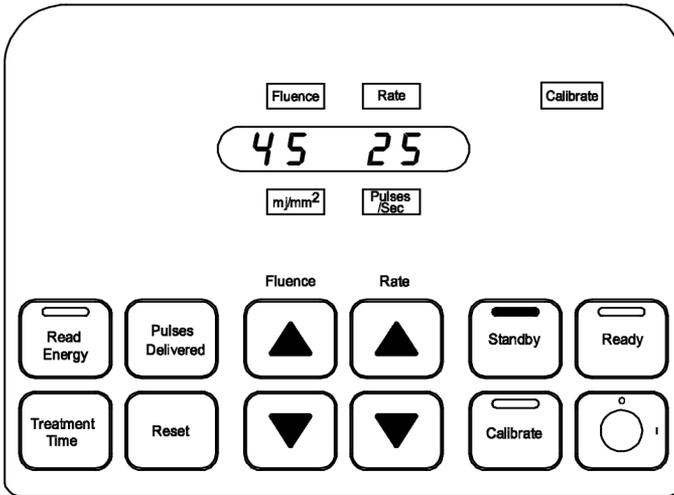

Bild 5
2. Lämpliga kalibreringsvärden visas för enheten som används. (Bild 5)